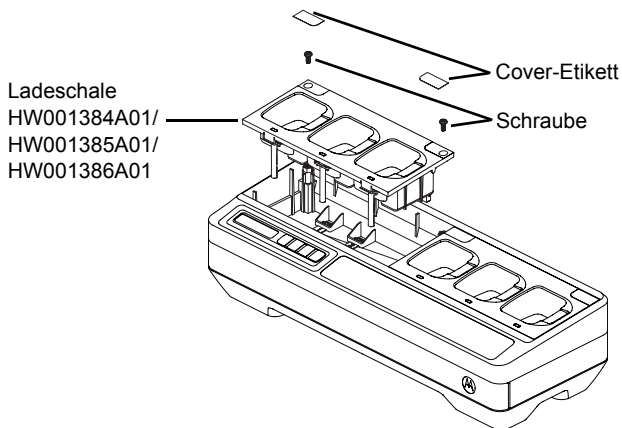
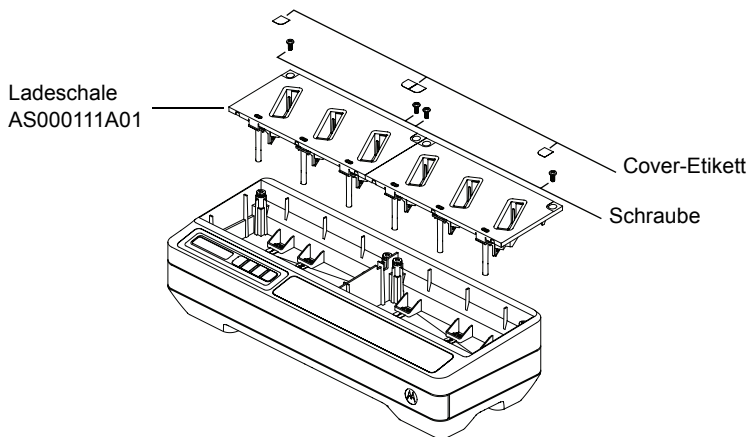

Abbildung 24: Anbringen und Entfernen der Ladeschale
Abbildung 25: Anbringen und Entfernen der Ladeschale
4. Entfernen Sie den Kabelbaum der Ladeschale, indem Sie den Stecker gerade nach oben ziehen (siehe Abbildung 24 und Abbildung 25).